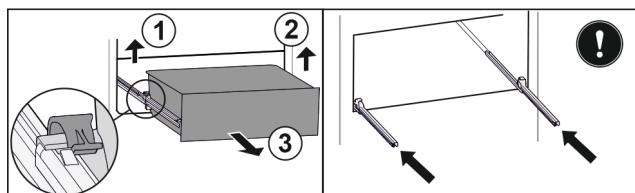

Fig. 84
- Повдигнете лявата скоба и едновременно с това изтеглете напред чекмеджето отляво. Fig. 84 (1)
- Повдигнете дясната скоба и едновременно с това изтеглете напред чекмеджето отдясно. Fig. 84 (2)
- Извадете чекмеджето напред. Fig. 84 (3)